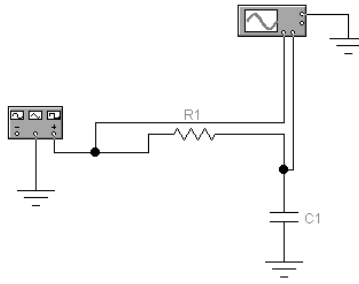

Рис. X6. Схема електричного кола
2.1.2. Задана для роботи схема вказана на рис. X6.